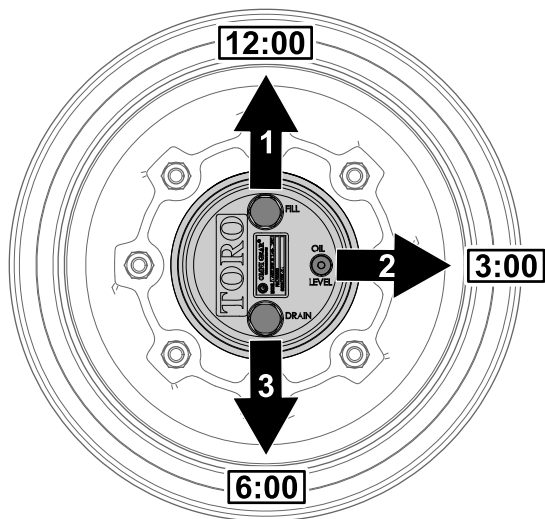

Bild 72
1. Parken Sie die Maschine auf einer ebenen Fläche und positionieren Sie das Rad so, dass die Füllschraube auf 12 Uhr, die Prüfschraube auf 3 Uhr und die Ablassschraube auf 6 Uhr steht (Bild 72).
2. Entfernen Sie die Prüfschraube, die auf 3 Uhr steht (Bild 72).
1. Parken Sie die Maschine auf einer ebenen Fläche und positionieren Sie das Rad so, dass die Füllschraube auf 12 Uhr, die Prüfschraube auf 3 Uhr und die Ablassschraube auf 6 Uhr steht, siehe Bild 72 in Prüfen des Ölstands im Planetengetriebe (Seite 71).